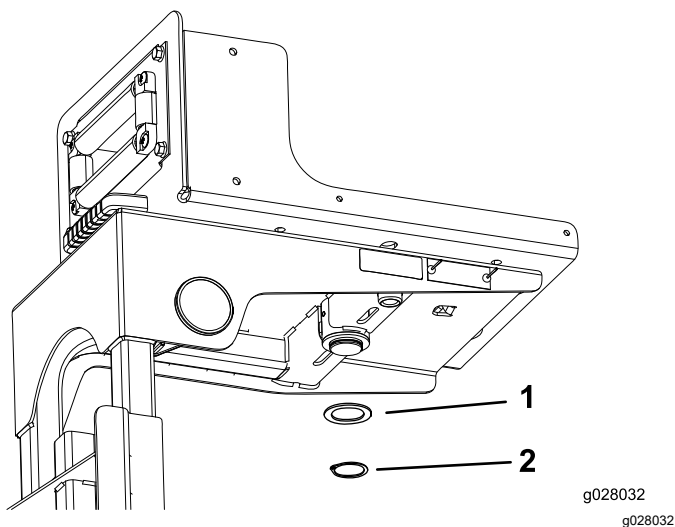

Figura 20
2. En la parte inferior del bastidor del carrete de la manguera, coloque la arandela de empuje y la anilla a presión en la columna del soporte giratorio (Figura 20).